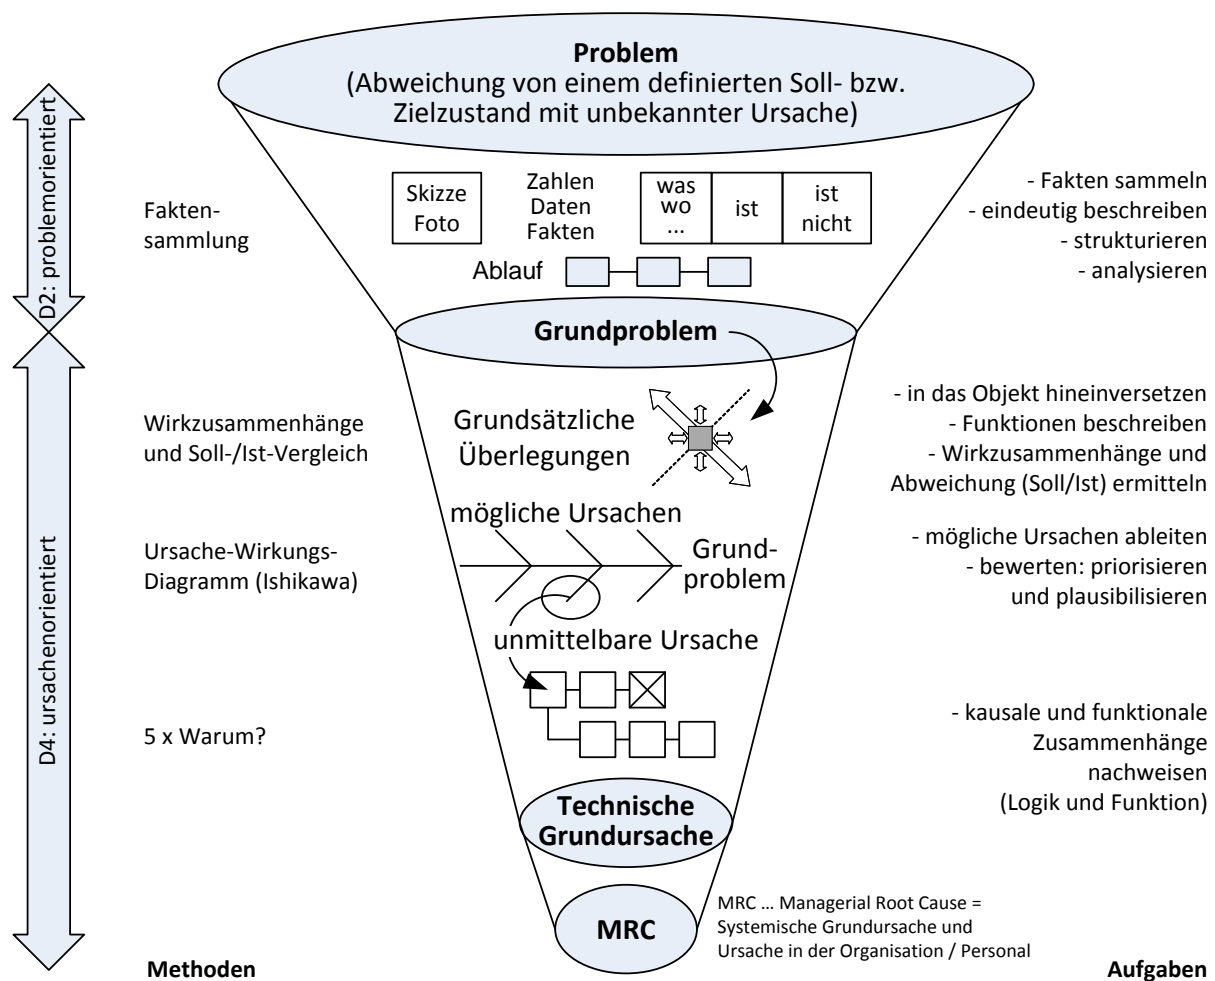

Bild 3.2: Bosch Problemlösungstrichter
- Die **Vorgehensweise zur Problemlösung** bildet den Kern der Methodik. Die Schritte entsprechen dem Vorgehen der 8D-Methode (vgl. Anhang 1). Diese sind angepasst an die unterschiedlichen Problembereiche (Produktprobleme, Ablaufprobleme, Probleme im indirekten Bereich) und bzgl. einiger Teilaufgaben inhaltlich detailliert. Die grundsätzliche Vorgehensweise (vgl. Bild 3.2 Problemlösungstrichter) ist jedoch unabhängig von Komplexität und Problembereich anwendbar.
Wie im Kapitel 2 „Grundsätze zum Problemlösen“ erläutert, umfassen die Problembeschreibung (D2) sowie der Ursache-Wirkungs-Analyse (D4) die entscheidenden Schritte der Vorgehensweise. Diese sind im **Bosch Problemlösungstrichter** zusammenfassend dargestellt (Bild 3.2). Die wesentlichen **Aufgaben** werden im Folgenden erläutert. Die zugehörigen, grundlegenden **Methoden** werden in **Kapitel 4** beschrieben. **Kapitel 5** beschreibt im Detail die Vorgehensweise in verschiedenen **Problembereichen**. Schwerpunkt ist dabei die Beschreibung des Vorgehens bei **Produktproblemen** in Form eines Leitfadens (Kapitel 5.3).
Im Problemlösungstrichter (Bild 3.2) sind die grundlegenden Problemlösungsmethoden, zugeordnet zu den entsprechenden Aufgaben, aufgeführt. Diese Methoden helfen bei der systematischen Vorgehensweise und strukturieren die grundlegenden Fragestellungen und Ergebnisse.
werden dabei tabellarisch in einer so genannten „Ist“-Spalte dokumentiert. Damit ist das Problem auf der Basis von **Fakten** (keine Vermutungen oder Meinungen) **eindeutig und strukturiert beschrieben** (vgl. Aufgaben im Problemlösungstrichter, Bild 3.2).